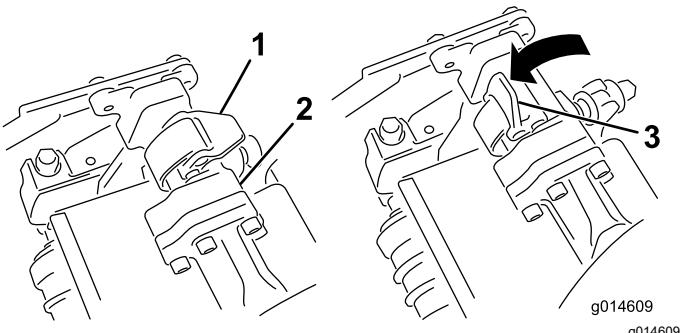

Figura 68
3. Abra los enganches de la barra del brazo de suspensión (Figura 68) y empuje hacia abajo el brazo de suspensión hasta que la barra encaje sobre ambos brazos de inclinación de la unidad de corte, y asegúrese de que los cierres pasan por debajo del travesaño de la unidad de corte (Figura 69).
4. Presione los enganches hacia abajo alrededor de la barra de la unidad de corte y bloquéelas (Figura 68).
6. Abra los enganches de la barra del brazo de suspensión de la unidad de corte que está retirando (Figura 68).